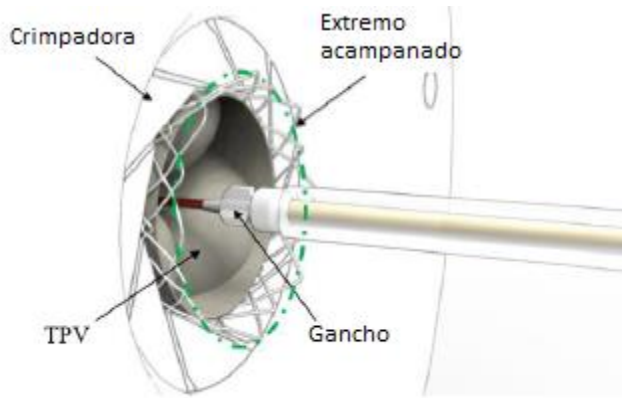
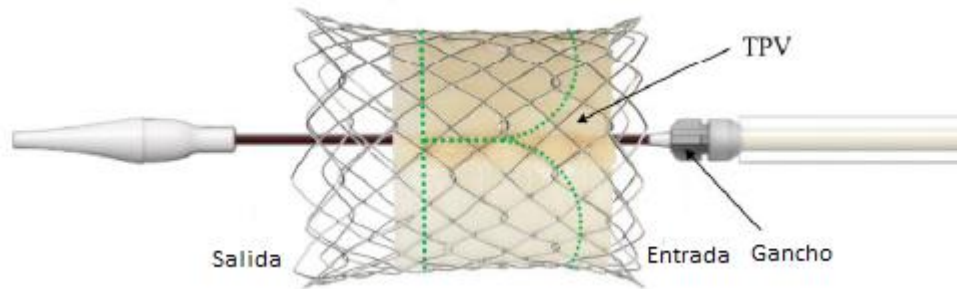

Figura 10. Inserción de la TPV y el eje del catéter en la crimpadora
Figura 11. Orientación adecuada de la TPV para cargar
- 3) Coloque la TPV en la crimpadora y coloque el eje del catéter del sistema de colocación en la TPV de modo que el extremo acampanado y el gancho queden alineados paralelos a él (Figura 10). **La parte de entrada de la TPV debe mirar hacia el gancho para desplegar la TPV en la dirección correcta de la válvula pulmonar (Figura 11).**